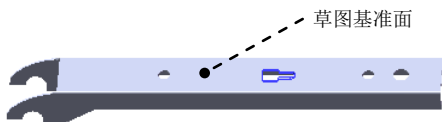

图 12.6.10 切除—拉伸 2
Step6. 创建图 12.6.10 所示的切除—拉伸 2。
- (1) 选择命令。选择下拉菜单 **插入(I)** → **切除(C)** →  **拉伸(E)...** 命令。
(2) 定义特征的横断面草图。
① 定义草图基准面。选取图 12.6.10 所示的表面作为草图基准面。